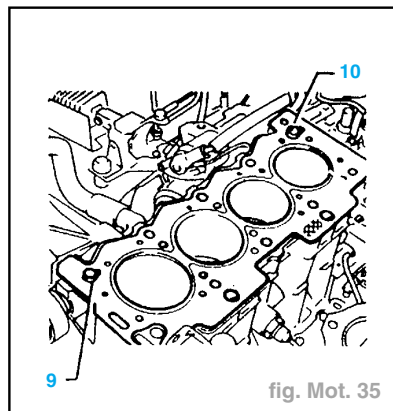

fig. Mot. 35
- Vérifier la présence des deux goupilles de centrage en (9) et (10) (fig. Mot. 35).